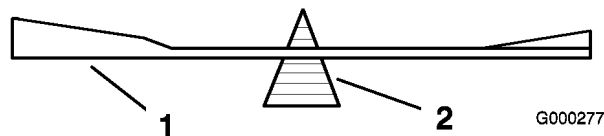
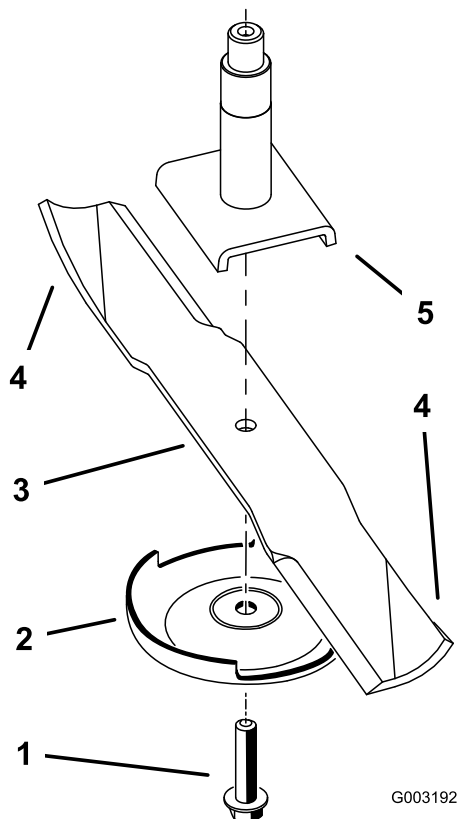

Bild 78
Bild 79
2. Entfernen Sie die Messerschraube, Federscheibe und das Messer von der Spindelwelle (Bild 79).
(Bild 78). Wenn das Schnittmesser in seiner horizontalen Position bleibt, ist es ausgewuchtet und kann wiederverwendet werden. Feilen Sie, wenn das Schnittmesser nicht ausgewuchtet ist, vom Flügelbereich des Messers etwas Metall ab (Bild 79). Wiederholen Sie diesen Vorgang, bis das Messer ausgewuchtet ist.
1. Setzen Sie das Messer auf die Spindelwelle (Bild 79).
2. Setzen Sie die Federscheibe und die Messerschraube ein. Der Konus der Federscheibe muss bei der Installation in Richtung Schraubenkopf zeigen (Bild 79). Ziehen Sie die Messerschraube mit 115 bis 150 Nm an.